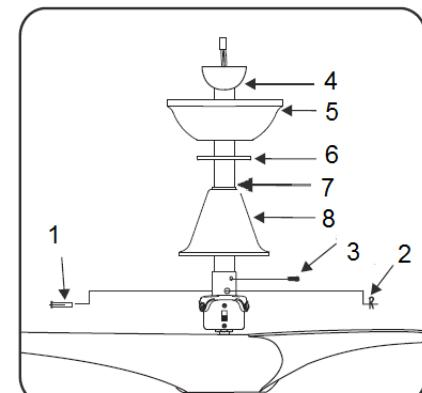

Abb. 5
- Schieben Sie die Verbindungsabdeckung (8), die Deckenschirmabdeckung (6) und die Abdeckung (5) auf die Hängestange (7). (Abb. 5)
- Installieren Sie das Kugelgelenk wieder und setzen Sie den Durchsteckstift (4) in die Hängestange (7) ein, und stellen Sie sicher, dass der Durchsteckstift korrekt einföhrt wurde, und dass die Sicherungsschraube für das Kugelgelenk fest angezogen ist